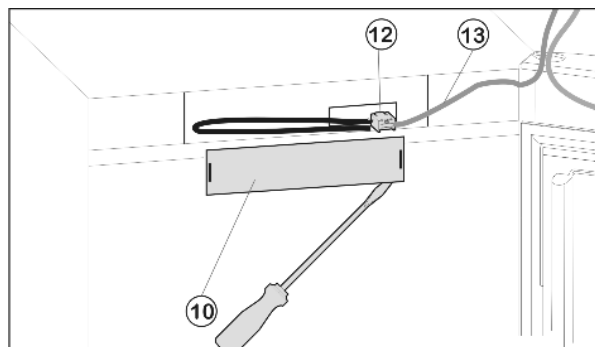

Fig. 7
- ▶ Снимите переднюю накладку Fig. 7 (10) с помощью плоской отвертки.
- ▶ Снимите контакт и извлеките разъем Fig. 7 (12).
- ▶ Высвободите из направляющей серый кабель Fig. 7 (13).